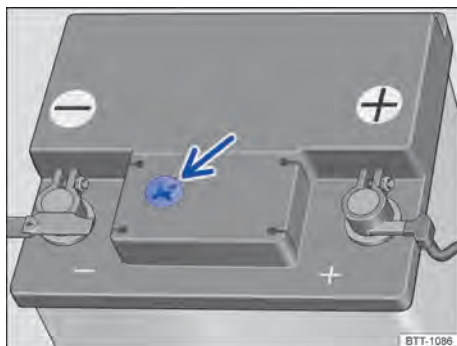

Fig. 189 No compartimento do motor: exemplo de posição do visor no lado superior da bateria do veículo.
- O visor redondo → Fig. 189 na parte superior da bateria do veículo muda de cor conforme o nível do eletrólito.